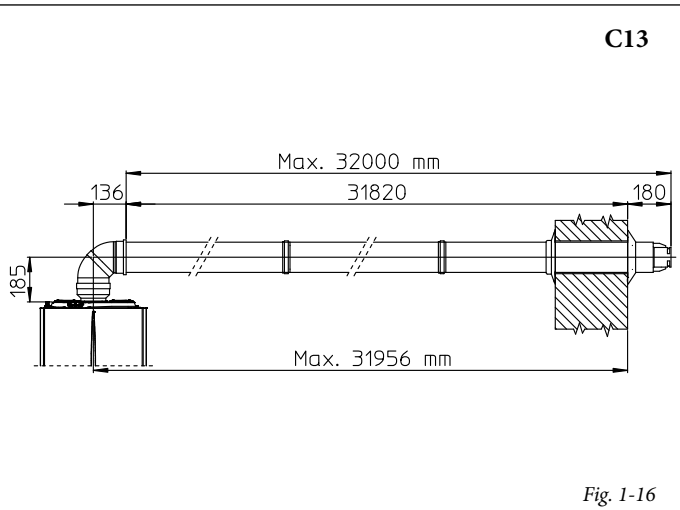

Fig. 1-16
- Prolunghe per kit orizzontale Ø 80/125 (Fig. 1-16). Il kit con questa configurazione può essere prolungato fino a una *misura max. di 32 m*, compreso il terminale grigliato ed esclusa la curva concentrica in uscita dalla caldaia. In presenza di componenti aggiuntivi è necessario sottrarre la lunghezza equivalente alla misura massima ammessa. In questi casi è necessario richiedere le apposite prolunghe.